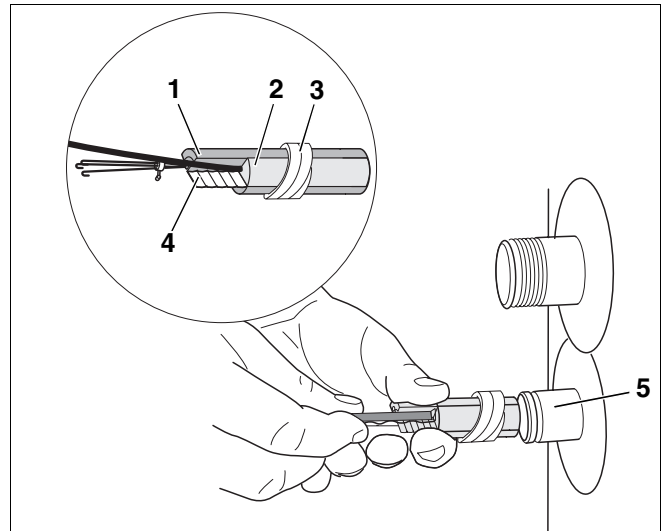

Abb. 7 Warmwassertemperaturfühler montieren
- Fühlerpaket (Abb. 7, **Pos. 1** bis **4**) bis zum Anschlag in die Tauchhülse (Abb. 7, **Pos. 5**) einschieben. Dabei schiebt sich die Kunststoffspirale (Abb. 7, **Pos. 3**), die das Fühlerpaket zusammen hält, automatisch zurück.
Durch die Ausgleichsfeder (Abb. 7, **Pos. 4**) wird der Kontakt zwischen der Tauchhülse und den Fühlerflächen gewährleistet und somit eine sichere Temperaturübertragung hergestellt.